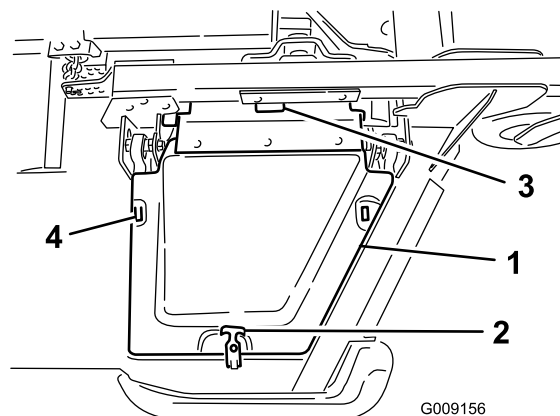

Figure 6
8. Posez le capot du plateau d'extrémité et fixez-le en place avec l'attache en caoutchouc (Figure 6).